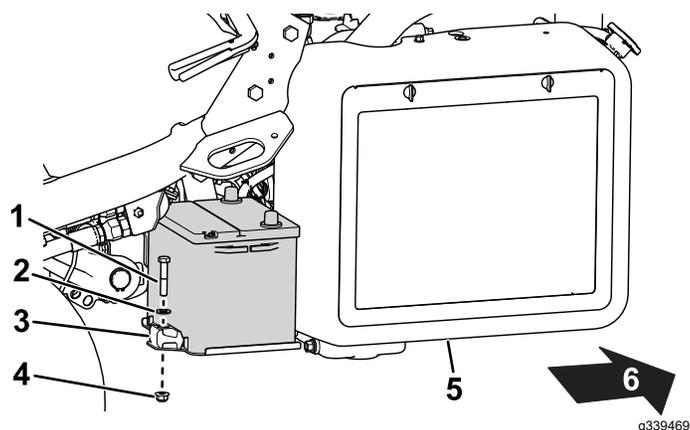

Figure 43
2. Retirez les fixations qui maintiennent la batterie sur son support (Figure 43) et sortez la batterie.
- Placez la batterie sur son support et fixez-la en place avec les tiges et les fixations retirées précédemment (Figure 43).